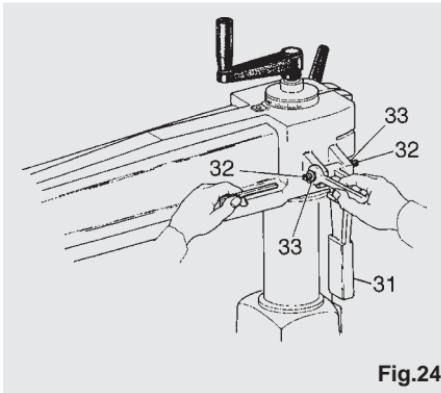
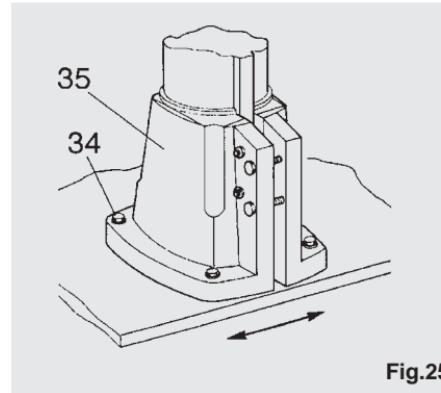

Fig.24
Fig.25
- Levantar la manilla de sujeción del brazo (31) (ver fig. 24).
- Actuar sobre los tornillos sin cabeza de regulación (32) y desplazar la palanca para eliminar el defecto detectado.
- Bajar nuevamente la palanca de cuña y apretar las contratuerzas (33).
Si no fuera posible eliminar el defecto encontrado con los tornillos de ajuste, aflojar los tornillos (34) (ver fig. 25) de la base (35) y girarla ligeramente.